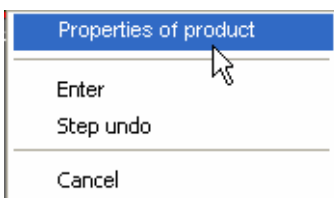

Рис. 3.2-13 Выбор качества изделия
6. Еще до вставки котла в проект, щелкните правой кнопкой мыши, появится шторка, и в ней щелкните на *Product selection/Выбор изделия*. (Рис. 3.2-13)